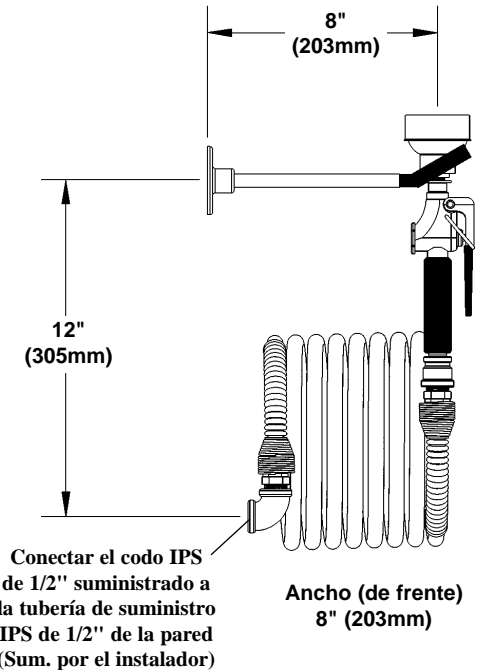

Figura 1
1. Conectar el codo IPS de 1/2" suministrado a la tubería de suministro IPS de 1/2" de la pared (ver la Figura 1).
2. Conectar el extremo del conjunto de la manguera al codo IPS de 1/2" instalado en el paso 2, procedimiento 1 (ver la Figura 1).